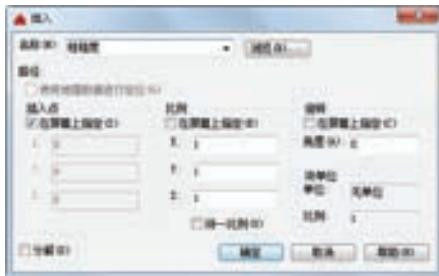

图 8-41 “插入”对话框
(7) 标注表面粗糙度 插入表面粗糙度图块。单击“绘图”工具栏中的“插入块”按钮 $\text{B}$ ，系统弹出“插入”对话框，如图 8-41 所示，单击“浏览”按钮找到保存的图块，在对话框中指定插入点、比例和旋转角度，在适当位置插入。
(8) 标注技术要求 将“标题栏”图层设置为当前图层，单击“绘图”工具栏中的“多行文字”按钮A，标注技术要求。